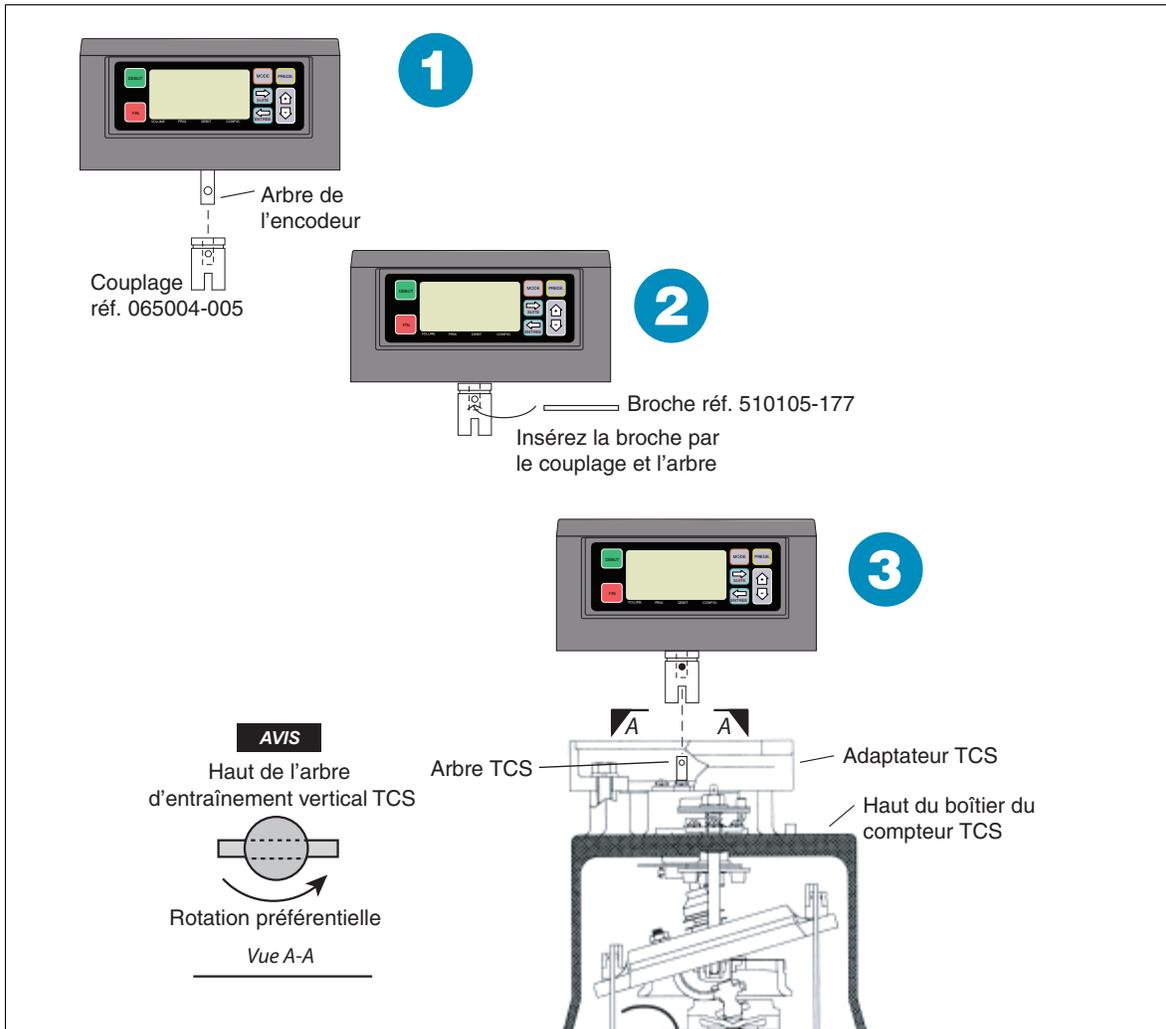

Figure 5. Tête d'affichage montée sur le compteur à piston TCS 682
2. Faites fonctionner le débitmètre et vérifiez que son arbre d'entraînement vertical (Figure 5) tourne dans le sens anti-horaire. Si ce n'est pas le cas, procédez au(x) réglage(s) mécanique(s) nécessaire(s) pour que l'arbre d'entraînement vertical tourne dans le sens anti-horaire.
4. Respectez les étapes de la Figure 5 pour assembler le raccord sur l'arbre de l'encodeur et abaissez la tête d'affichage sur l'adaptateur de compteur TCS tout en alignant l'encoche en bas du raccord avec la broche dans l'arbre en haut de l'adaptateur.